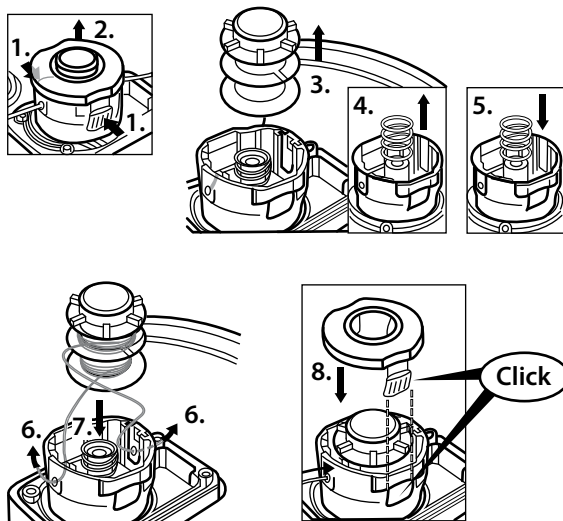

Рис. 7
1. Переверните триммер катушкой вверх. Жажмите торцевые направляющие (рис. 7).